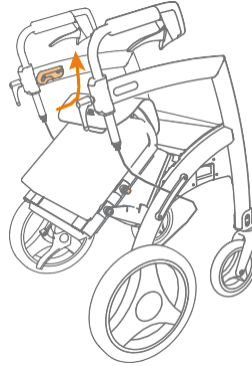

Figura 41: Tire del respaldo más hacia arriba.
- c. Tire del respaldo hacia arriba y luego hacia atrás **(Figura 41)** para que los pernos de bloqueo encajen en los rieles de guía superiores del marco **(Figura 42)**. Si los pasadores de bloqueo superiores no se deslizan suavemente en los rieles de guía superiores del marco, empuje el respaldo hacia adelante hasta la mitad del marco y vuelva a intentarlo.